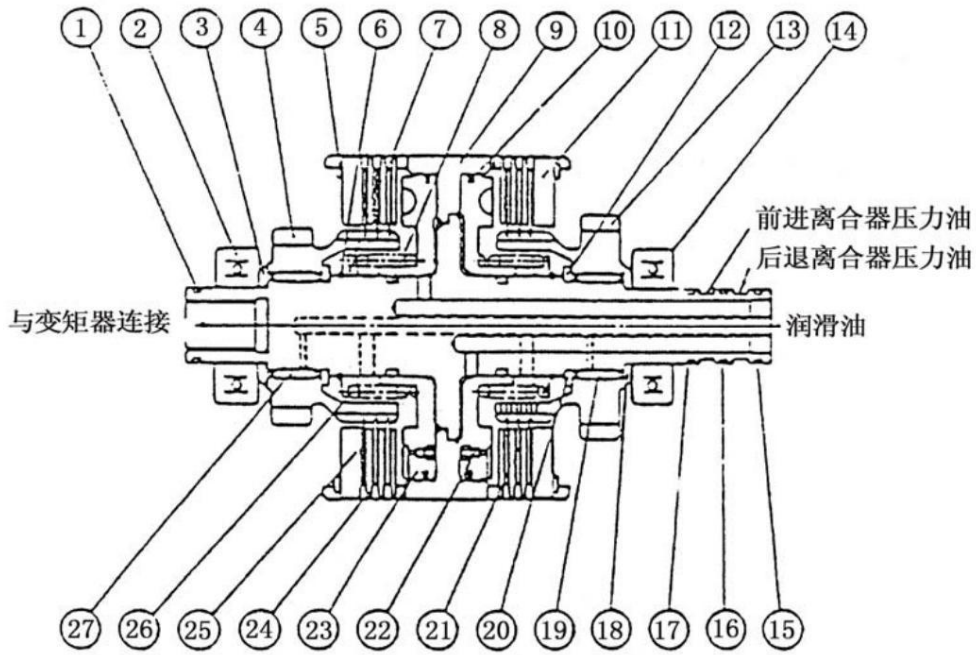

Figura 5-3 Embrague hidráulico
5.3 Embrague hidráulico (Figura 5-3)